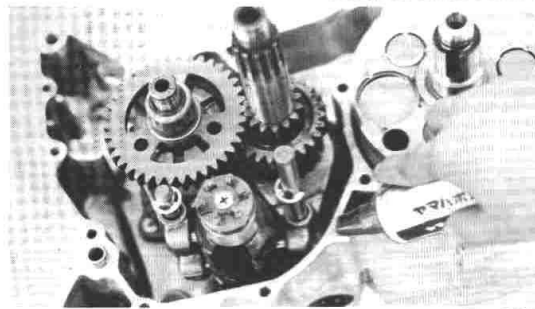

Fig. 3-5-5
1. Apply Yamaha Bond No. 4 to the mating surfaces of both case halves. Apply thoroughly, over all mating surfaces. (Fig. 3-5-5)
1. Appliquez du Yamaha Bond No. 4 sur les surfaces d'accouplement des deux demi-carter. Appliquez à fond, sur toutes les surfaces d'accouplement. (Fig. 3-5-5)